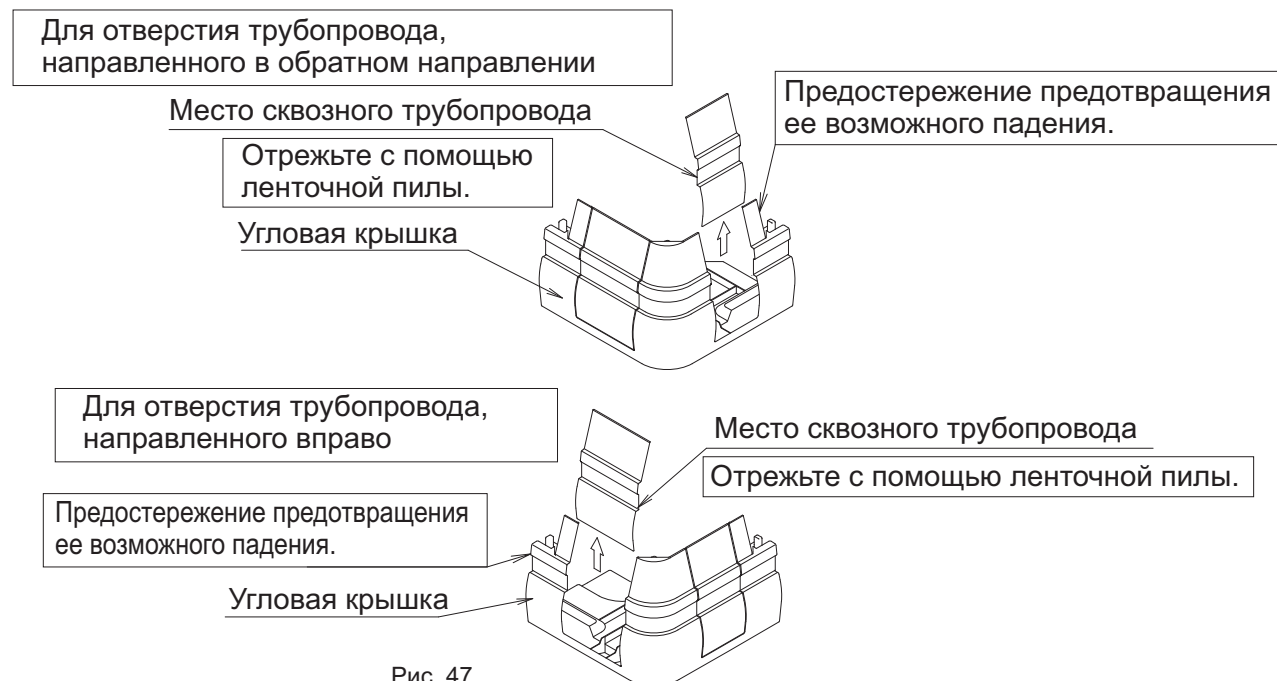

Рис. 47
- Для трубопровода, направленного в обратном направлении и вправо, отрежьте угловую крышку, как показано на **рис. 47** и снимите ее.